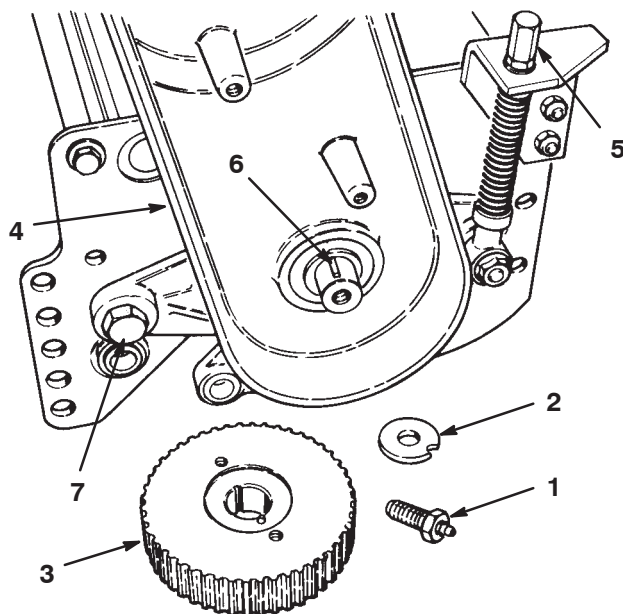

Bild 31
- Nehmen Sie die Spindelschraube, die gezahnte Scheibe und die Riemenscheibenwelle von der Spindelwelle ab (Bild 31).
- Nehmen Sie mit einem Abzieher die angetriebene Riemenscheibe von der Spindelwelle ab (Bild 31). Nehmen Sie die Scheibenfeder von der Spindelwelle ab.
- Nehmen Sie die Einstellvorrichtung und die konische Mutter, die Belleville-Scheibe und die Ansatzschraube ab, mit denen das Gehäuse an der Seitenplatte befestigt ist (Bild 31). Entfernen Sie die Gehäuse.
Scheibe und die Spindelschraube ein (Bild 31). Tragen